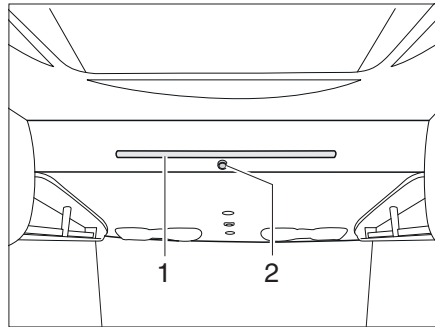

Bild 128 Hubbett manuell
- Den Verriegelungsknopf (Bild 128,2) ziehen, um das Hubbett zu entriegeln.
- Das Hubbett mit beiden Händen an der Griffstange (Bild 128,1) nach unten ziehen.
- Die Aufstiegsleiter mit den beiden Bügeln in die Griffstange (Bild 128,1) am Hubbett einhängen.